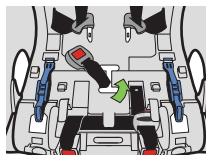

Figure 11
- Faites glisser la ceinture d'un côté de la fente de la sangle d'entrejambe et poussez le bord de la ceinture dans la fente de réglage, tel qu'illustré dans la **Figure 11**.